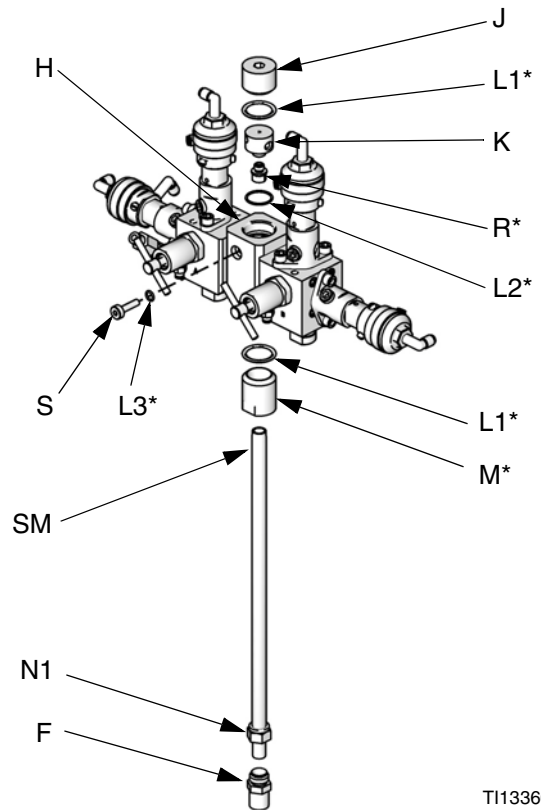

FIG. 9 Installare il kit di iniezione 15U955
5. Vedere FIG. 9. Smontare le parti rimanenti dalla cassa dell'ugello di strozzamento (H). Trattenere il tappo (J) e la base (K). Eliminare tutti gli O-ring usati.
6. Far girare la cassa del limitatore di flusso (H) di 180° in modo che la vite di arresto (S) sia sul lato superiore sinistro, come mostrato in FIG. 9. Smontare e conservare le due viti di regolazione (S). Eliminare gli O-ring (L3). La posizione di queste viti verrà invertita quando sono rimontate.
7. Installare un O-ring più grande (L1*) nella cassa (H). Avvitare il tappo di iniezione (M*) nella cassa.
8. Determinare il campo di portate desiderato per l'applicazione prevista. Selezionare un limitatore di flusso di dimensioni opportune per il flusso e per il rapporto di miscela utilizzati, usando i **Grafici per la scelta del limitatore di flusso per il dosaggio dinamico** alle pagine 36-41 come guida. Installare l'ugello (R*) nella base (K).
9. Montare l'O-ring del collettore più piccolo (L2*), l'ugello (R*) e la base (K), un O-ring più grande (L1*) e il tappo (J) come illustrato.